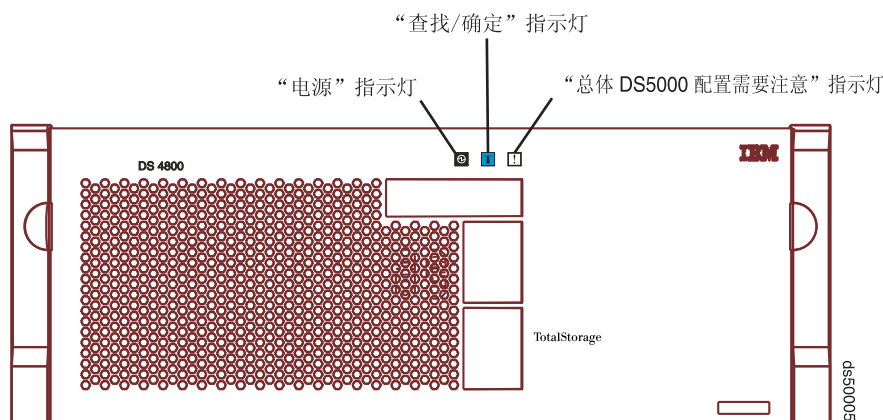

图 131. DS5100 或 DS5300 前挡板上的“总体配置需要注意”指示灯
1. 通过检查存储子系统前挡板上的“总体配置需要注意”指示灯，查找出故障的互连电池单元。（图 131 显示了前挡板上“总体配置需要注意”指示灯的位置。）